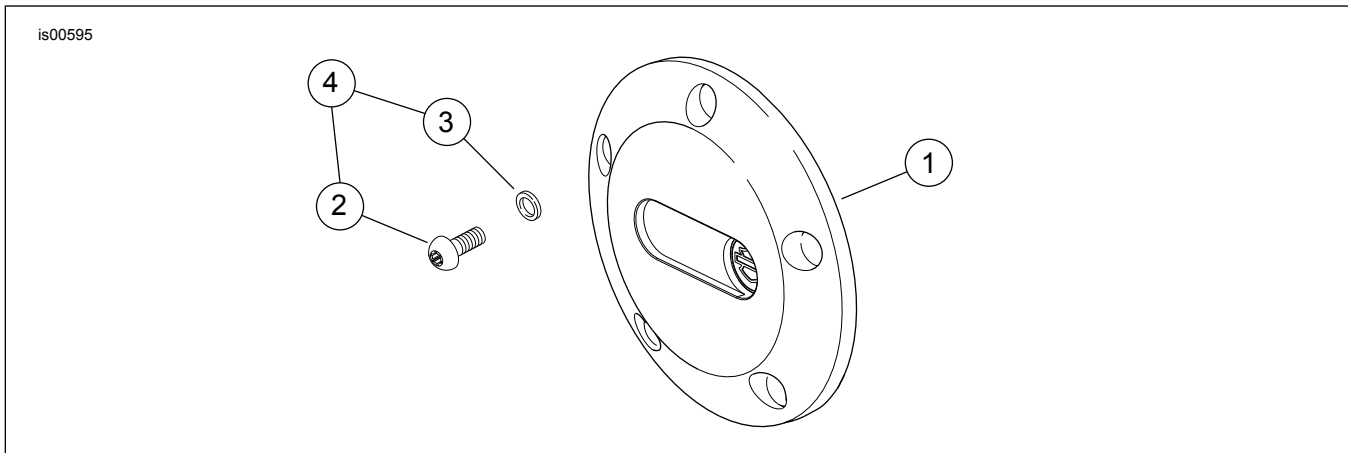

Abbildung 2. „Aluminator“ Kupplungsinspektionsdeckel
Siehe Abbildung 2 und Tabelle 1.
- b. Siehe Abbildung 2. Je eine Unterlegscheibe (3) aus dem Satz auf die Gewinde der **neuen** Schrauben (2) aufsetzen. Die Schraube in das obere Loch im Kupplungsinspektionsdeckel einführen und behutsam durch das dreieckige Loch in der Dichtung einbauen. Die Schraube nicht gewaltsam durch das Loch zwängen!